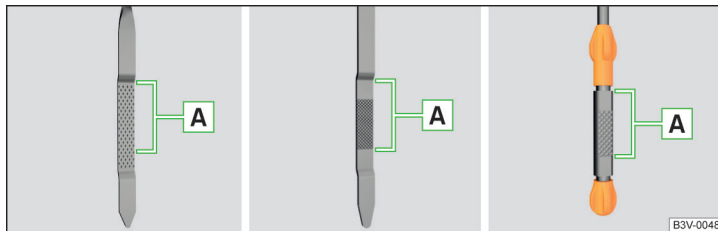

Abb. 146 Prinzipdarstellung: Ölmesstab
Ölmesstab » Abb. 146
- Der Ölstand darf keinesfalls oberhalb oder unterhalb des Bereichs **A** » Abb. 146 liegen - es besteht die Beschädigungsgefahr des Motors sowie der Abgasanlage.